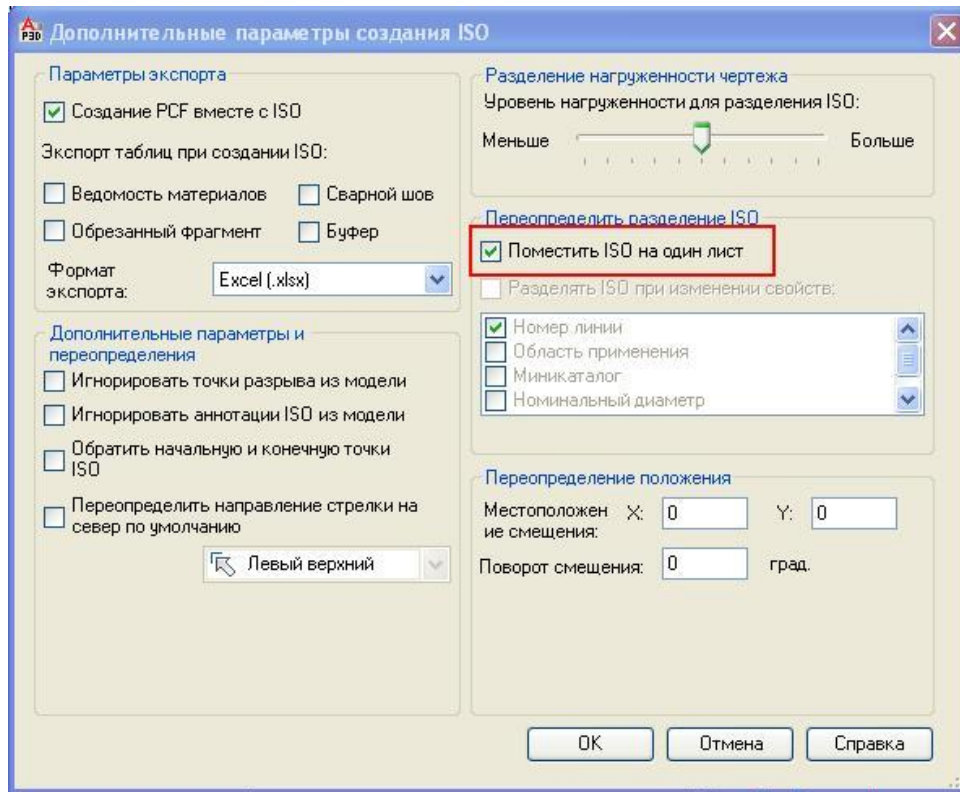

Рис. 114
- В открывшемся диалоговом окне **Дополнительные параметры создания ISO** поставьте галочку на пункте **Поместить ISO на один лист** (Рис. 114).